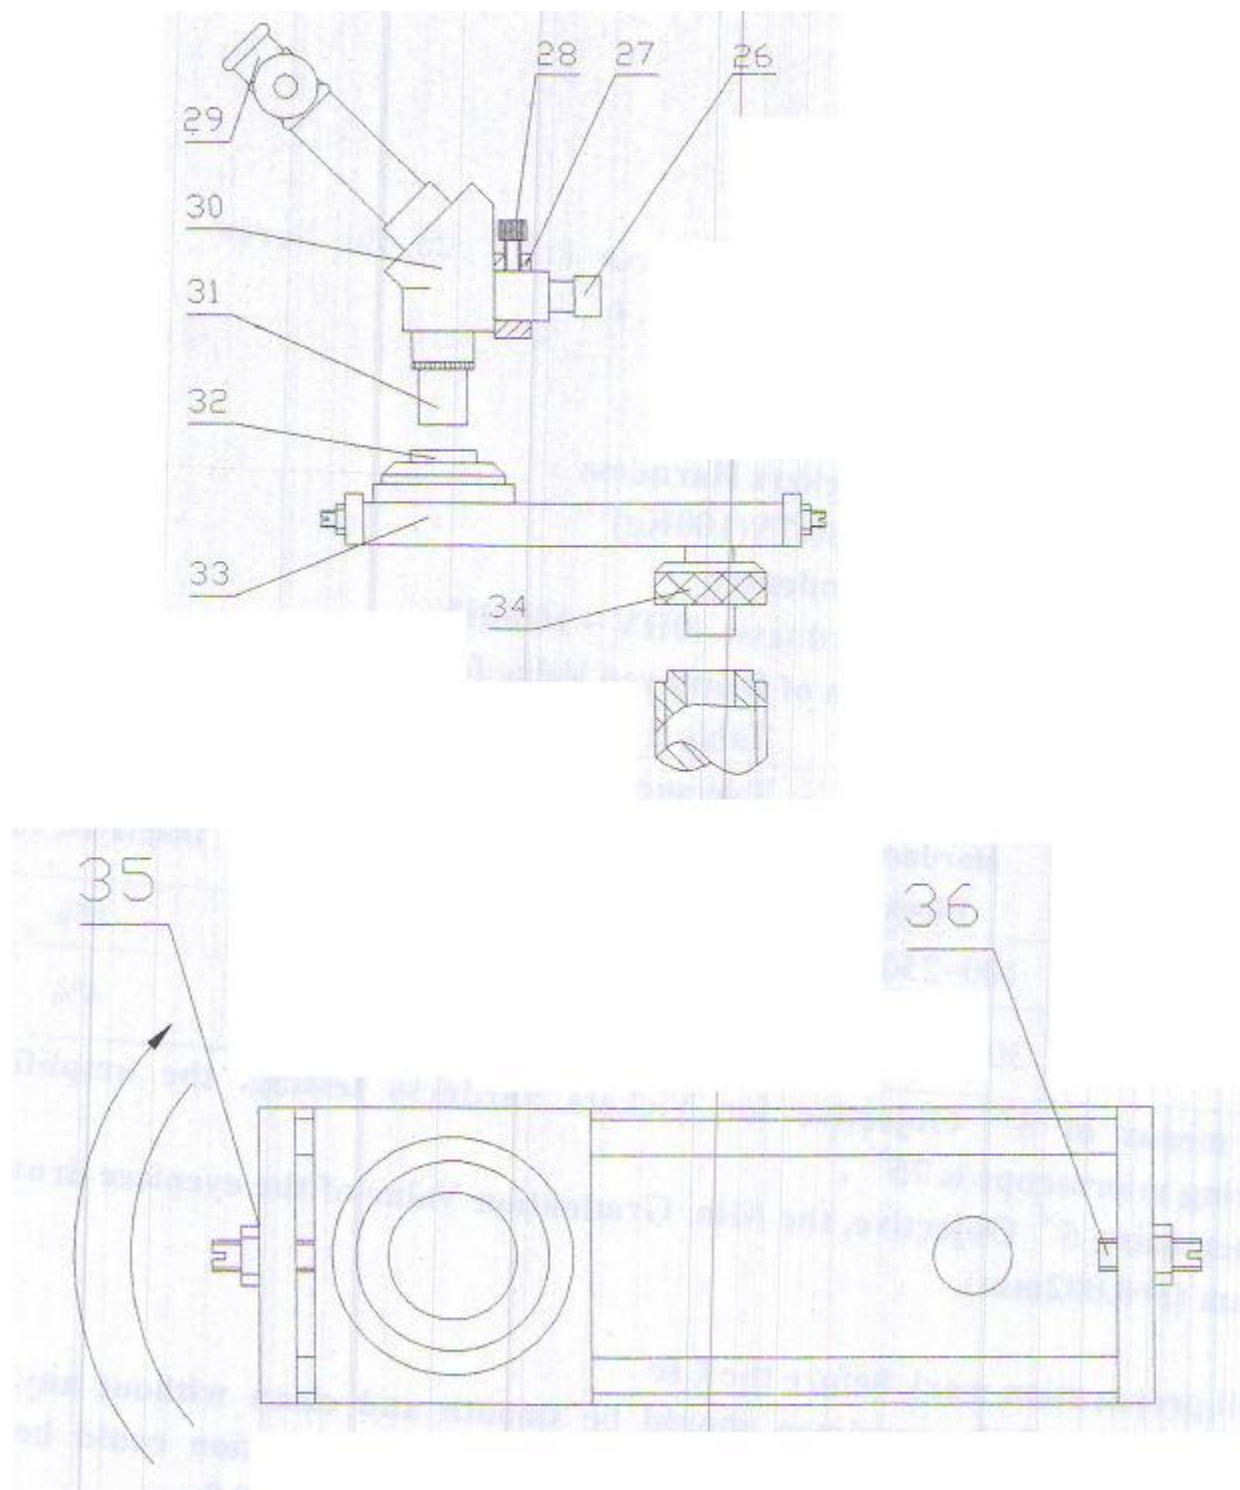

Рис.5
5.3.1 Возьмите комплект принадлежностей и распакуйте содержимое, протрите от масла. Подсоедините основание для контроля (33) с основным валом в соответствии со схемой (рис. 5), закрепите гайку (34).